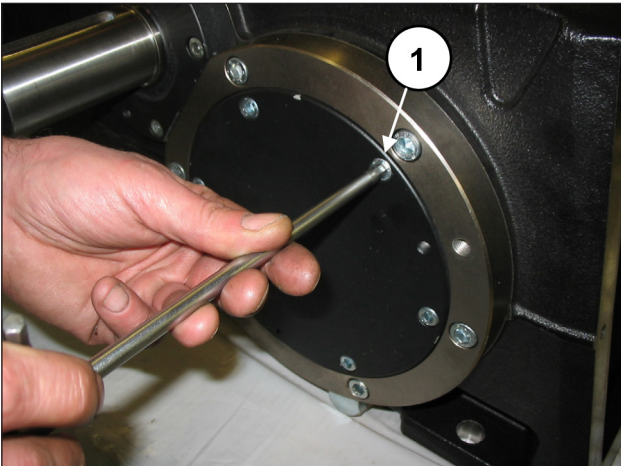
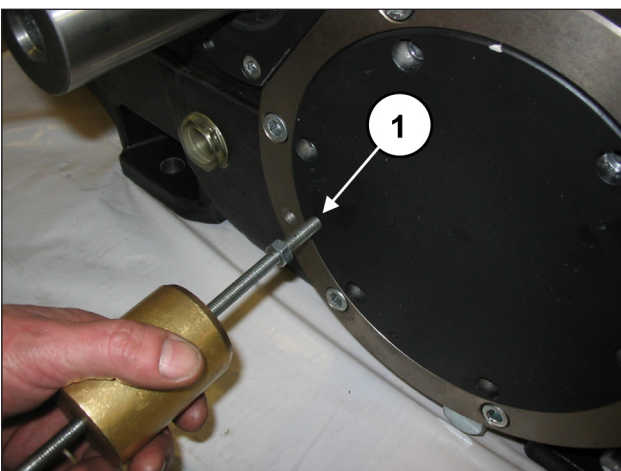

Fig. 11
Fig. 12
Proporcione agora a desmontagem das duas coberturas do rolamento, soltando os parafusos relativos (pos. ①, Fig. 11). Para facilitar a desmontagem, use dois grãos ou parafusos M8 (pos. ①, Fig. 12), com a função de extratores. Retire o anel circular e substitua-o, se for necessário.